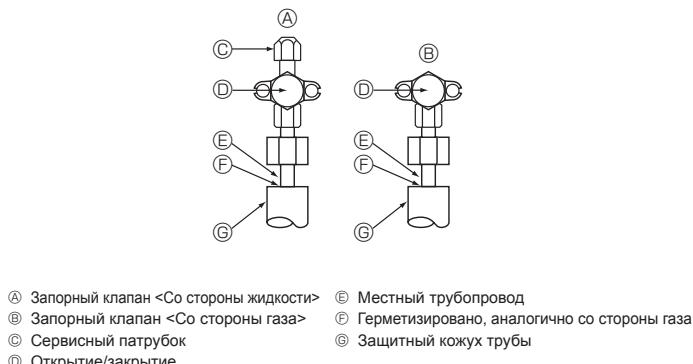

Fig. 4-4
4.4. Методика испытаний труб хладагента на герметичность (Fig. 4-4)
- Если давление падает на этапе (2) или (3), значит, есть утечка. Найдите место утечки газа.